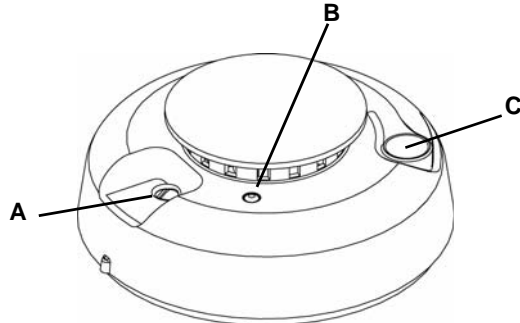

Figure 1 Caractéristiques du ES1242
4. Placez un cavalier sur les broches de sélection de la bande de fréquences appropriée (Fig. 1).